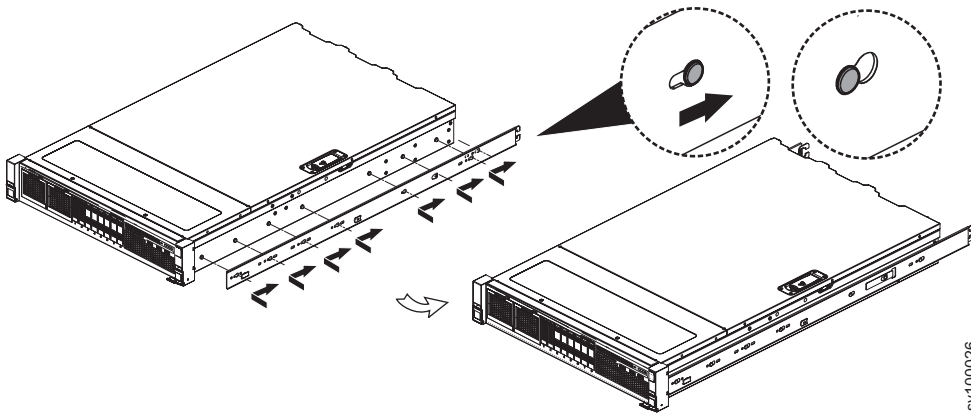

图 42. 将内部导轨部分连接到机箱
4. 将导轨的内部部分安装到机箱上。无需螺钉。将内部导轨部分中的孔放在设备一侧的引脚头上，然后将导轨朝着设备后部滑动以锁定，如图 42 中所示。